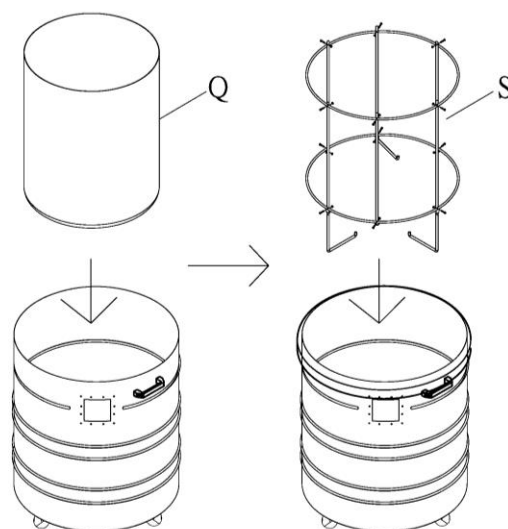

Abbildung 14
19. Den Trommel-Auffangbeutel (Q) mit seiner Oberkante um die Trommeloberkante gelegt in die Trommel einlegen. Den Beutelrahmen (S) im Beutel anbringen und ganz nach unten drücken. Siehe Abbildung 14.